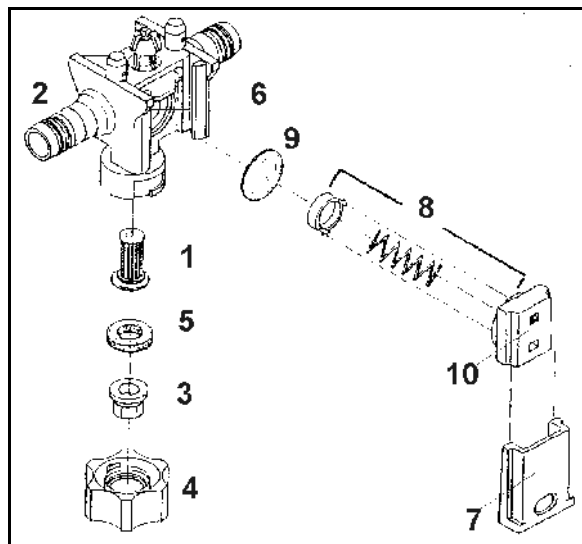

Рис. 177
Проверяйте время от времени положение заслонки (Рис. 177/7).
- Для этого вдвиньте заслонку в корпус форсунки (Рис. 177/2) настолько, насколько это возможно с умеренным усилием большим пальцем руки.
1. Вставьте фильтр (Рис. 177/1) снизу в корпус форсунки (Рис. 177/2).
2. Вложите форсунку (Рис. 177/3) в байонетную гайку (Рис. 177/4)
3. Вложите резиновое уплотнение (Рис. 177/5) поверх форсунки.
Отложения на гнезде мембраны (Рис. 177/6) являются причиной **подтекания** форсунок после отключения штанги. В этом случае очистите соответствующую мембрану следующим образом:
1. Вытяните заслонку (Рис. 177/7) из корпуса форсунки (Рис. 177/2) в направлении байонетной гайки.
2. Выньте пружинный элемент (Рис. 177/8) и мембрану (Рис. 177/9).
3. Очистите гнездо мембраны (Рис. 177/6).
Следите за правильным направлением пружинного элемента. Осажденные слева и справа, возвышающиеся края на корпусе пружинного элемента (Рис. 177/10) при установке должны подниматься в направлении профиля штанги.